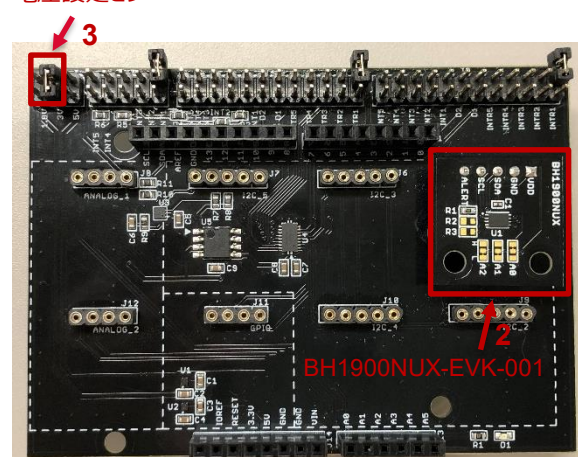

Figure 2. BH1900NUX-EVK-001 と SensorShield の接続
2. SensorShield の I2C エリアに BH1900NUX-EVK-001 を接続 (Figure 2)
3. SensorShield の電圧設定を 3.0V に設定 (Figure 2)